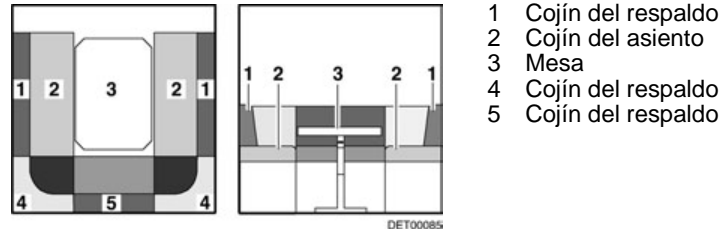

Fig. 79 Antes de la transformación
- Transformar la mesa (Fig. 79,3) en base de cama (véase apartado 7.7).